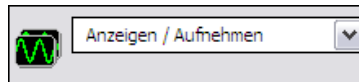

Abbildung 4-4. Pulldown-Menü zur Auswahl des Arbeitsbereichs
1. Suchen Sie das Pulldown-Menü **Arbeitsbereich** über der Projektansicht (vgl. Abbildung 4-4). Klicken Sie auf den Pfeil und wählen Sie **Wiedergabe** aus, um in den Wiedergabebereich zu wechseln.